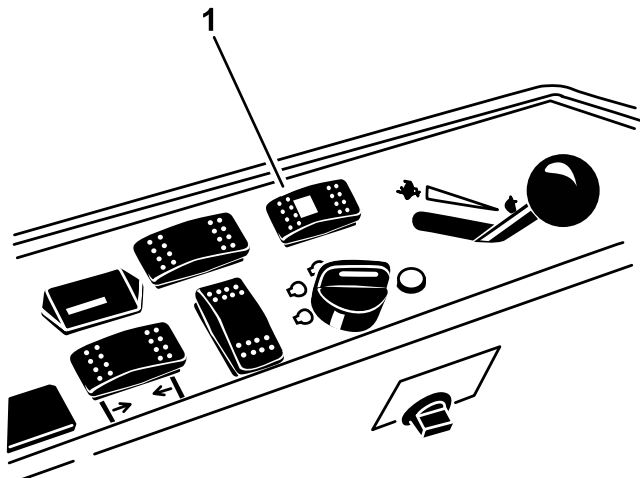

Figure 40
1. Poussez le sélecteur de direction à la position arrière (4 roues motrices) (Figure 40).